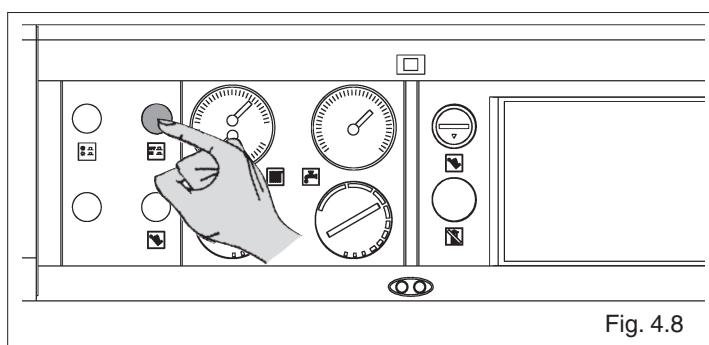

Fig. 4.8
- intervenendo sull'interruttore principale del pannello di comando (fig. 4.8)